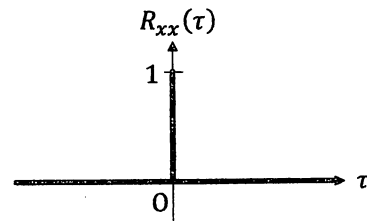

図3
- (1) 自己相関関数 $R_{xx}(\tau)$ は偶関数になることを証明せよ。
- (2) 信号 $y(t)$ は信号 $x(t)$ の時間をずらした関数と考えてよい。 $y(t)$ を関数 $x(t)$ 、および L 、 v を用いて表せ。さらに相互相関関数 $R_{xy}(\tau)$ を関数 $R_{xx}(\tau)$ を用いて表せ。
- (3) $x(t)$ の自己相関関数 $R_{xx}(\tau)$ が、図3のように表せるとする。このとき、相互相関関数 $R_{xy}(\tau)$ の概形を示し、これを用いて鋼板の移動速度 v を求める方法を説明せよ。
- (4) 圧延ローラの偏心などの影響で鋼板の厚さが周期的に変化することがある。この周期を W としたとき、光センサXで得られる信号が $z(t) = a \sin\left(\frac{2\pi t}{W}\right) + x(t)$ で表せるものとする。ただし、 $x(t)$ は(3)のものと同一の信号であり、 $x(t)$ と $a \sin\left(\frac{2\pi t}{W}\right)$ の相互相関関数は0であるとする。 $z(t)$ の自己相関関数 $R_{zz}(\tau)$ を計算せよ。その際、次式の関係を用いてよい。